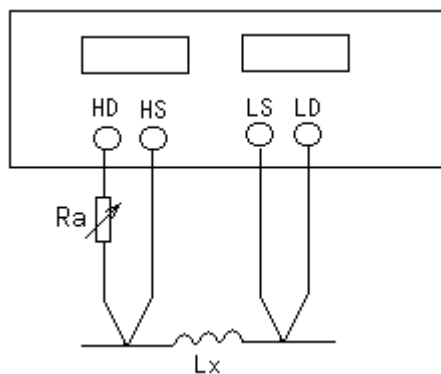
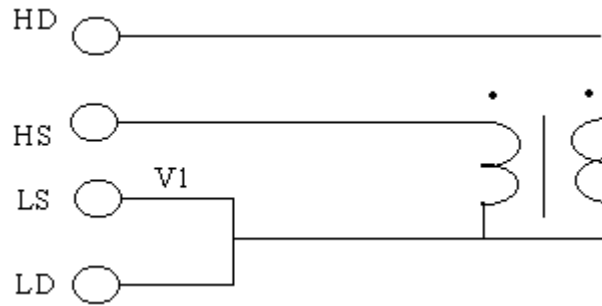

图 3-5 信号源内阻调节示意图
图 3-10 互感量的测量
2. 使用上图 3-5 所示的方法用户可自行调整信号源内阻以满足测试电流的要
互感量的测量。将变压器如图 3-10 连接，可直接测量互感量，测量时注意同名端的连接。
匝比的测量：YD2817A 不能直接进行匝比的测量，需通过两步方可得到匝比，测量时将仪器显示状态设定为“V/I”，使显示器显示电压和电流值，首先按图 3-5 测量初级电压，记录下显示器 A 的电压读数 V1，然后 HD 与 LD 不动，将 HS 和 LS 接至次级，见图 3-10，记录下此时显示器 A 的读数 V2，根据 $N=V1/V2$ ，即可计算出匝比 N。